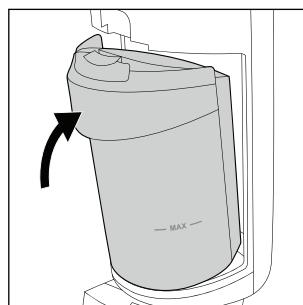

Fig. 30
- ◆ Vuelva a fijar el depósito de agua sucia ② en el aparato; para ello, inserte primero la parte inferior del depósito de agua sucia ②. Tras esto, mueva el depósito de agua sucia ② en dirección al aparato hasta que el depósito de agua sucia ② encastre audiblemente en él (consulte la fig. 30).